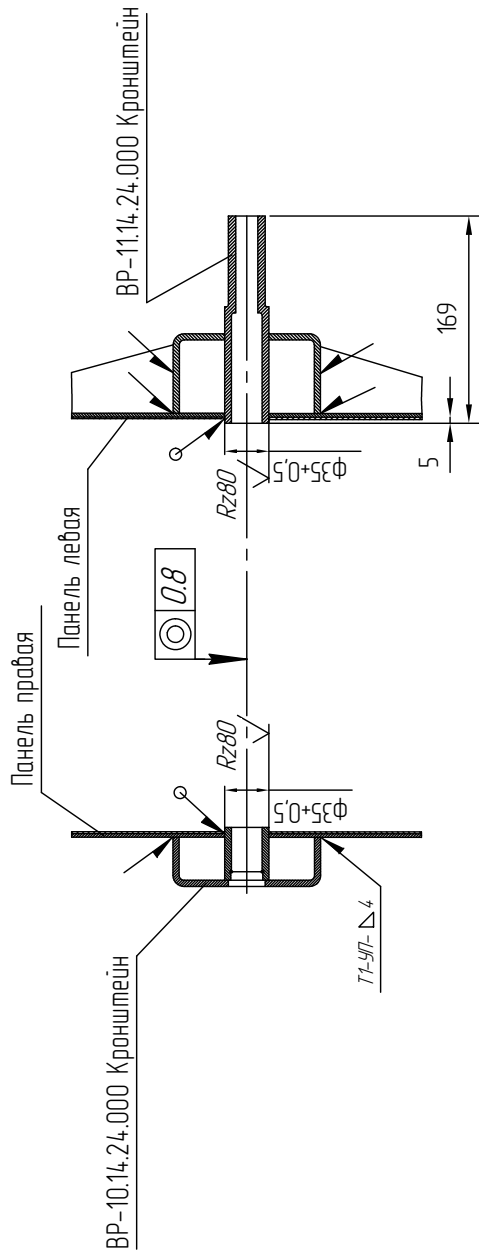
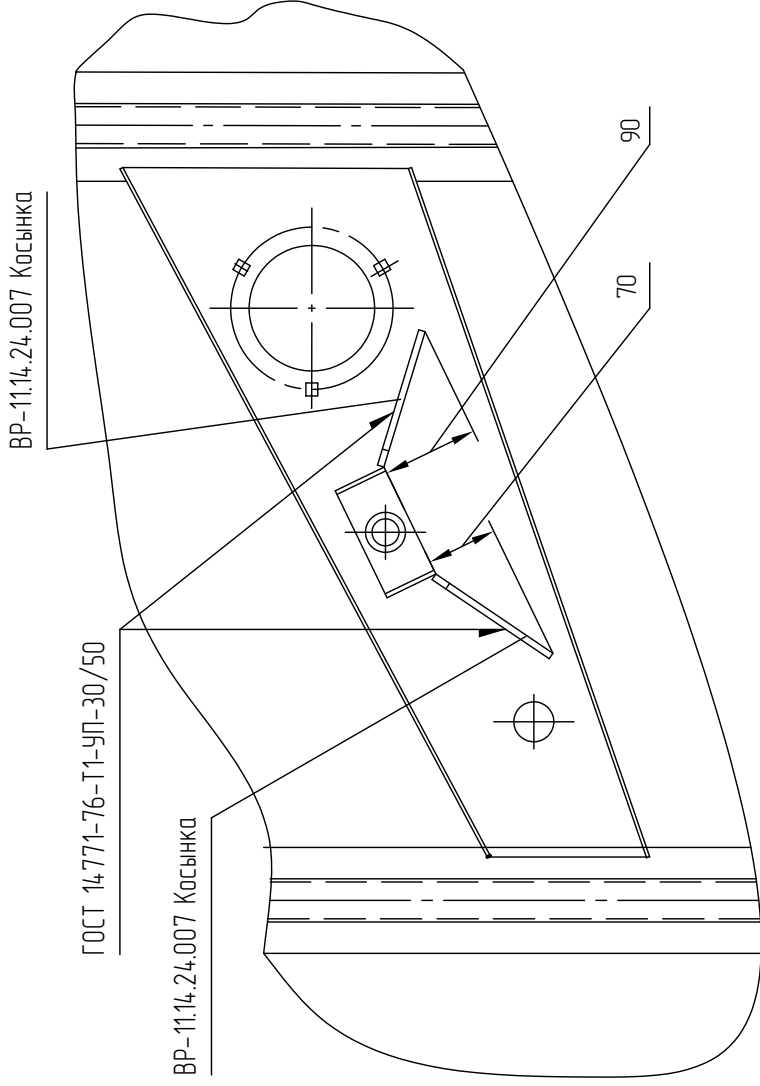

Рис.3 Установка кронштейнов на панели комбайна
Рис.6 Установка косынок ВР-11.14.24.007 на панель комбайна.
7. Проверить правильность установки вала соединительного относительно рамы комбайна. Размер от оси опоры двуплечего рычага до оси колебательного вала должен быть $L=1006+2$ мм с левой и правой стороны молотилки (см. рис.3). При необходимости размер регулировать перемещением опоры колебательного вала.
8. Установить (см. рис.3) кронштейн ВР-10.14.24.000 на правую панель каркаса, кронштейн ВР-11.14.24.000 на левую панель каркаса для чего:
- приварить кронштейны к панелям согласно рис.3;
- на левой панели к кронштейну ВР-11.14.24.000 приварить две косынки ВР-11.14.24.007 согласно рис.3 и рис.6.